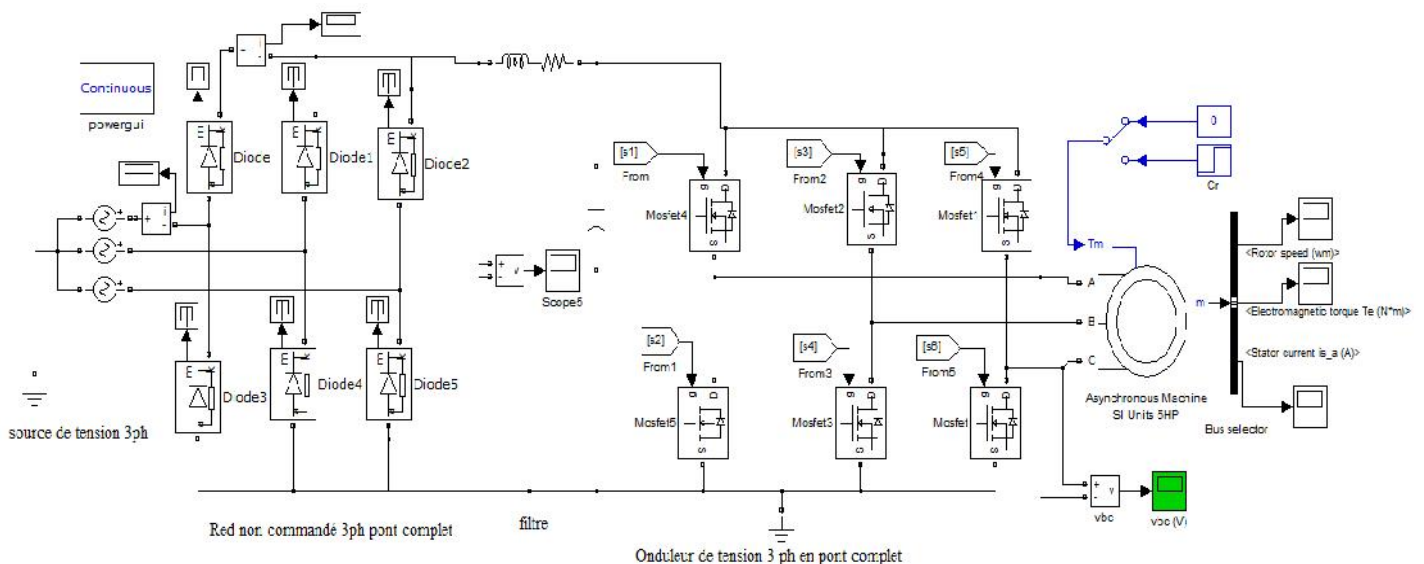

Fig.2
1. Simuler ce modèle (Fig.2) pour les données suivantes :